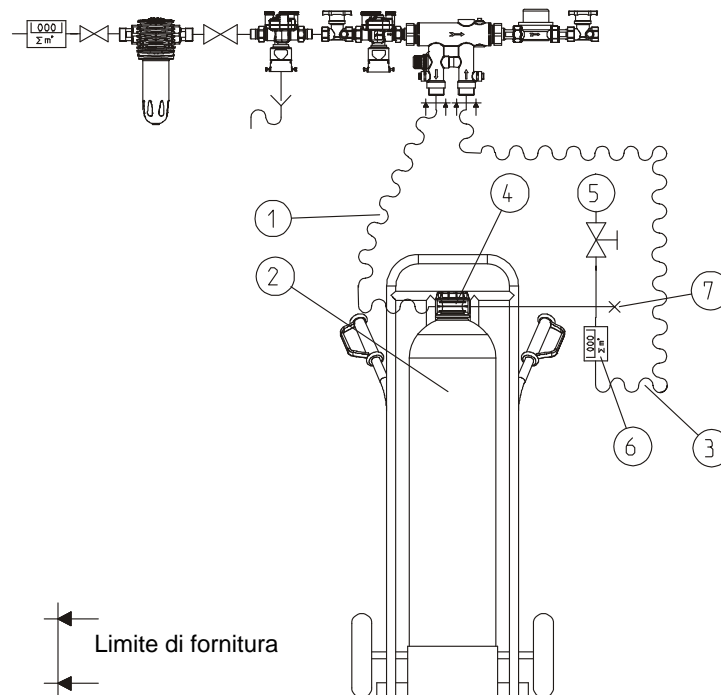
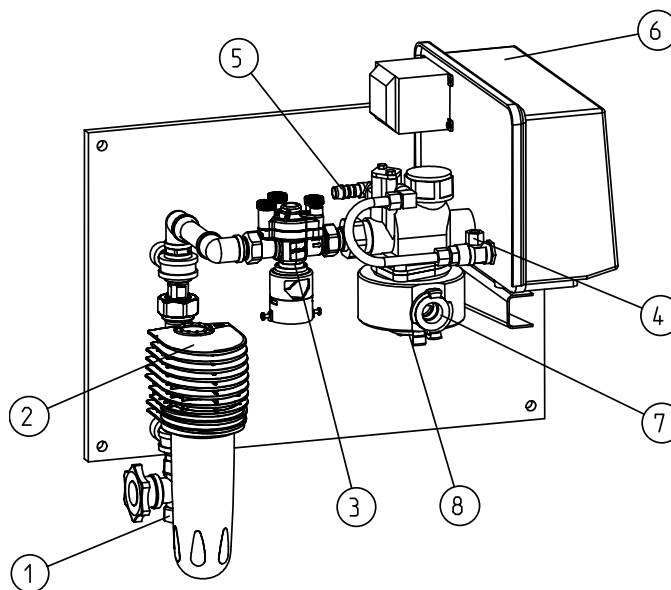

Fig. D-1: Schema di flusso impianto di riempimento riscaldamenti mobile MEH
Fig. D-4: Disegno stazione di rigenerazioen MEH
**Nota:** Eseguire l'installazione secondo il disegno di installazione (Fig. D-1).
2. Sul lato dell'acqua non trattata, l'addolcitore viene collegato al tubo di afflusso dell'acqua non trattata con il raccordo GEKA (Fig. D-1, pos. 1) → estrarre il tappo GEKA.
4. Sul lato dell'acqua addolcita, l'addolcitore viene collegato al tubo di deflusso dell'acqua addolcita con il raccordo GEKA (verso la caldaia; Fig. D-1, pos. 3) → estrarre il tappo GEKA.
Per rimanere al corrente dello stato di esaurimento dello scambiatore nella bombola (Fig. D-1, pos. 5), la capacità residua della bombola (Fig.
1. Montare il raccordo acqua sull'afflusso per acqua non trattata ½" (Fig. D-4, pos. 1).
2. Collegare il raccordo dell'acqua di scarico alla fogna secondo DIN 1988 (Fig. D-4, pos. 5).
7. Collegare il tubo dell'acqua salina alla valvola BVO (Fig. D-4, pos. 4) della testina di comando.
1. Chiudere la valvola di riempimento (Fig. D-1(a), pos. 5) per il condizionamento.
2. collegare il tubo di afflusso dell'acqua non trattata (Fig. D-1, pos. 1) alla stazione di rigenerazione (Fig. D-4, pos. 7).
3. Collegare il tubo dell'acqua addolcita (Fig. D-1, pos. 3) alla stazione di rigenerazione (Fig. D-4, pos. 8).
4. Aprire lentamente la valvola di afflusso dell'acqua non trattata (Fig. D-4, pos. 1).
4. Chiudere la valvola di afflusso dell'acqua non trattata (Fig. D-4, pos. 1).
5. Aprire la valvola di riempimento per agenti condizionatori (Fig. D-1(a), pos. 5) – evacuare la pressione – richiudere.
- ① Valvola di afflusso dell'acqua non trattata.
- ② Filtro fine BOXER® K \_“
- ③ Separatore di sistema GENO®-DK-2 Mini ½“
- ④ Raccordo tubo acqua salina
- ⑤ Raccordo tubo verso fogna
- ⑥ Testina di comando Tipo 2750
- ⑦ Raccordo afflusso acqua non trattata
- ⑧ Raccordo deflusso acqua addolcita